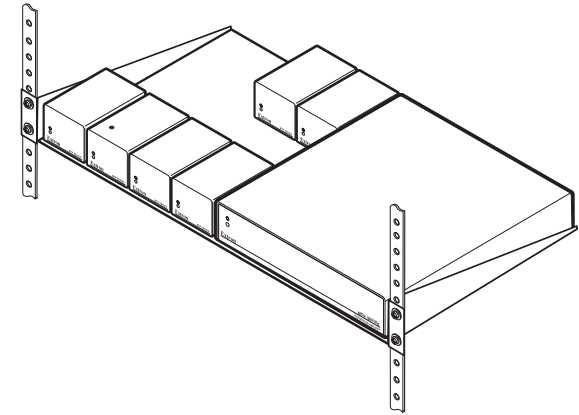

図 2-9 スタンダードラックシェルフへの取付け方
- スタンダードユニバーサル 1U ラックシェルフキット (RSU129: 製品番号 60-190-01) (図2-9 を参照)